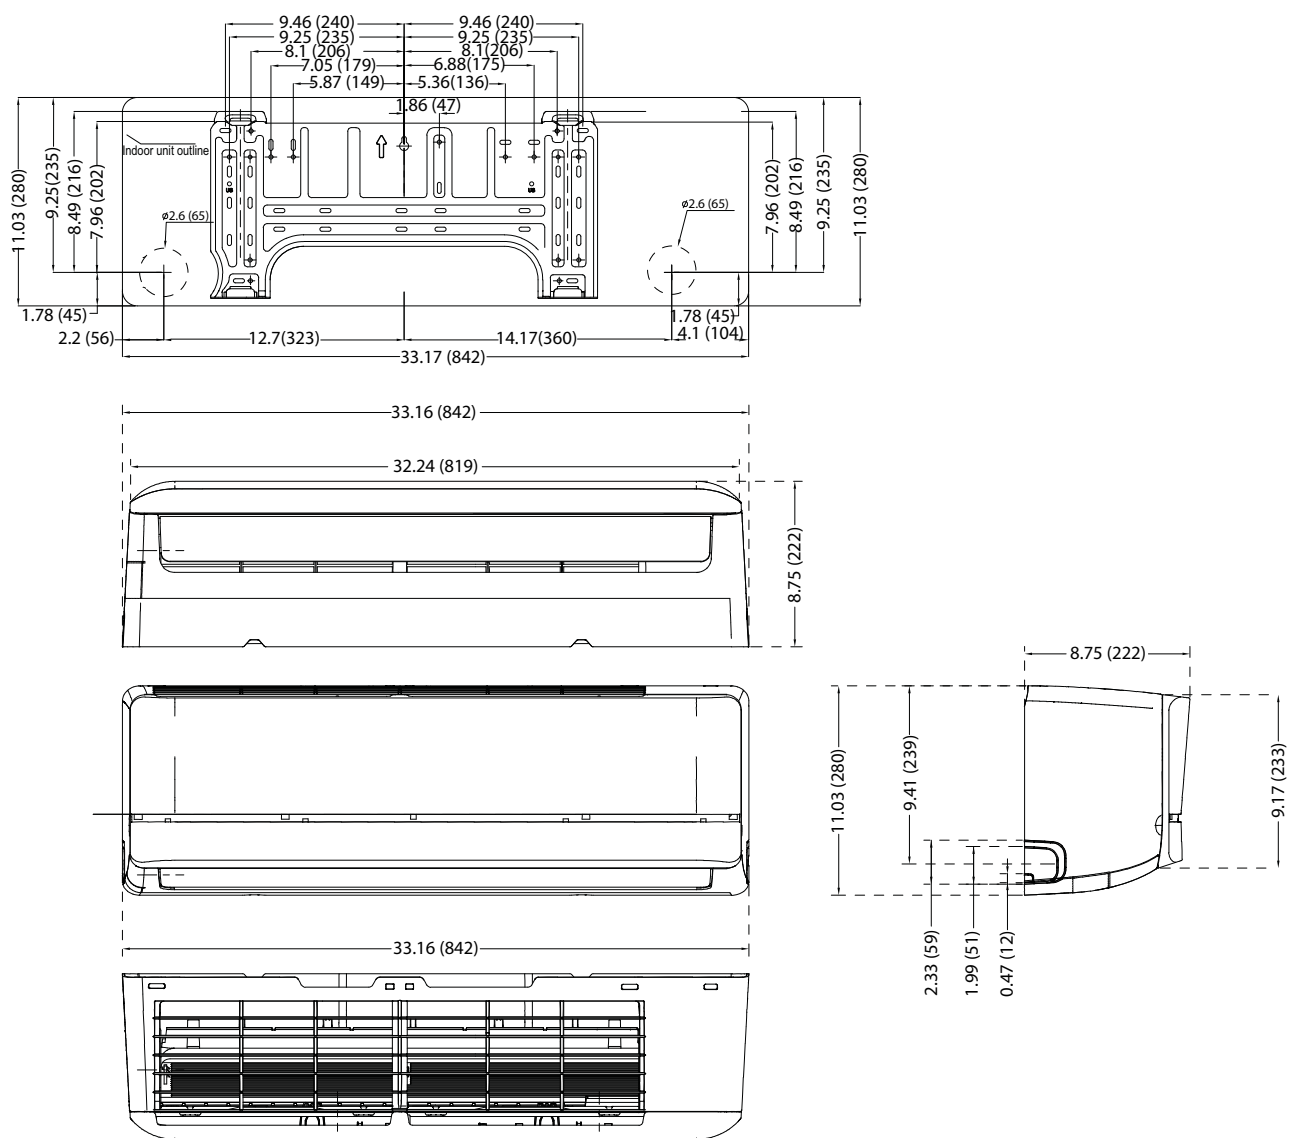
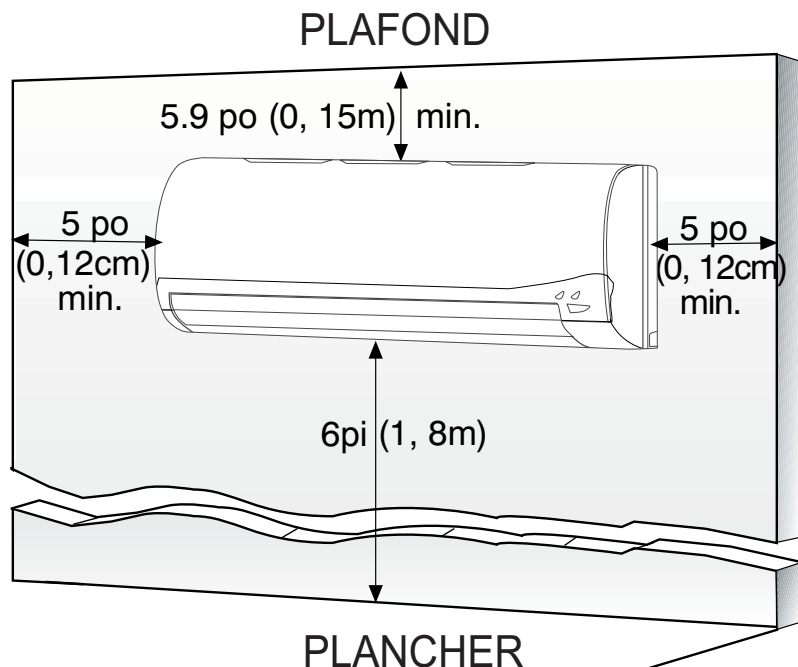

Fig. 5 — Capacités 9K et 12K
Fig. 8 — Dégagement du module intérieur
Laissez suffisamment d'espace pour permettre la circulation d'air et l'entretien de l'appareil. Consultez le fig. 8 pour connaître les distances minimales requises entre l'appareil et les murs ou les plafonds.
- Emplacement qui fournit les dégagements appropriés, comme indiqué à la fig. 8.
2. À l'aide du pochoir, tracez la position du trou dans le mur. La plaque de montage doit être placée horizontalement et de niveau au mur. Tous les espacements minimaux indiqués dans la fig. 8 doivent être respectés.
La dimension des plaques de montage varie selon les modèles. Vérifiez que l'espace de montage du module intérieur est suffisant (voir fig. 8). Ces figures montrent les cotes suivantes :
1. Déterminez l'emplacement du trou du tuyau en utilisant la plaque de montage comme modèle. Percez le trou du tuyau sur un diamètre conforme aux valeurs indiquées à la fig. 5, 6 à 7. Le trou du tuyau extérieur est plus bas d'au moins 13 mm (1/2 po) au trou du tuyau intérieur. Le tuyau est donc légèrement incliné vers le bas (consultez la fig. 8).